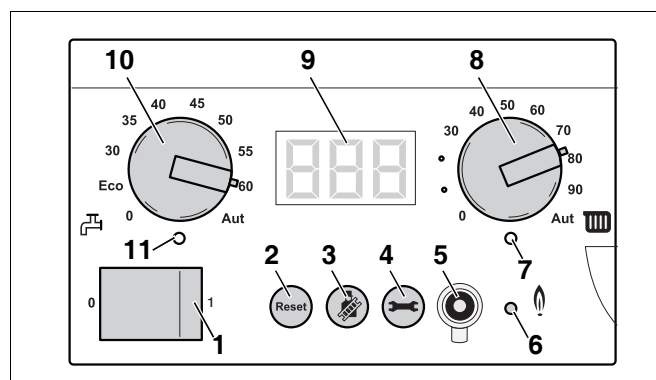

Fig. 85 Controler de bază BC10
- Apăsați tasta "Coșar" (fig. 85, poz. 3) și țineți-o apăsată (circa două secunde), până când apare punctul în dreapta jos pe display (fig. 85, poz. 9). Vezi pentru aceasta tabelul 8, „Testul gazelor de evacuare”, pagina 42.
- După ce se aprinde LED-ul "Arzător" (fig. 85, poz. 6) așteptați un minut până ce cazanul de încălzire arde la sarcină totală.
- Apăsați tasta "Coșar" (fig. 85, poz. 3) ca să încheiați măsurarea. Vezi de asemenea tabelul 8, „Testul gazelor de evacuare“, pagina 42.